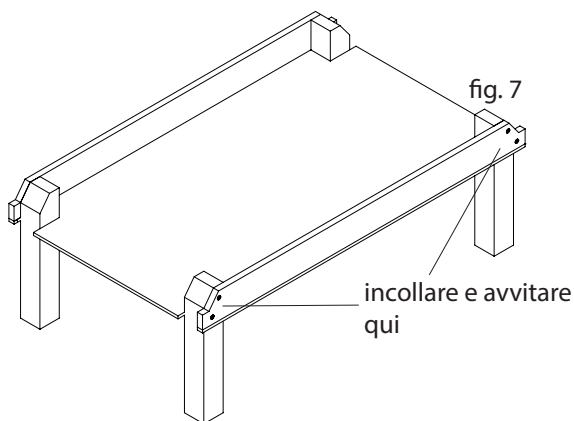

fig. 7
7. Incollare sul lato opposto il 2° pannello laterale e gli altri 2 piedi del calcetto e avvitare bene. (vedi fig. 7)